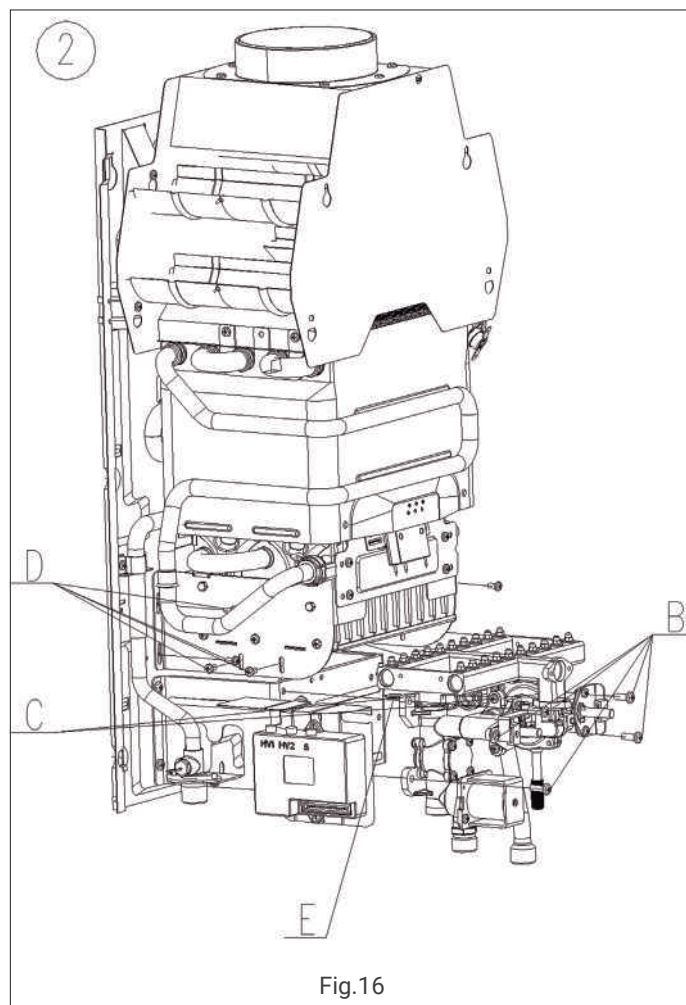

Fig.16
1. Svitare il collegamento tra la valvola acqua-gas e il suo supporto, rimuovere la clip che fissa il collegamento tra la valvola acqua e il tubo di ingresso dell'acqua del bruciatore. Rimuovere il collegamento dei cavi della valvola acqua-gas e della messa a terra (fig.16, punto B).
2. Svitare il raccordo tra la valvola acqua-gas e il collettore del gas. (fig.16, setp C).
3. Svitare il collegamento tra il collettore del gas e le due staffe laterali del bruciatore. Allentare le viti di riposo di entrambe le staffe laterali per sganciare completamente il collettore (fig. 16, punto D), quindi estrarre il collettore.
Azionare la sostituzione lentamente e assicurarsi di non danneggiare le guarnizioni di tenuta e di posizionarle correttamente. Si raccomanda di sostituirle con altre nuove (fig. 16, punto E).